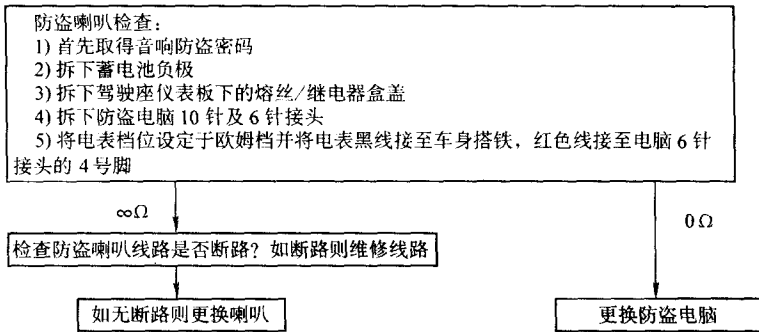

图 5-15 诊断流程
(3) 防盗被触发后, 防盗喇叭不响。首先检查防盗系统是否已经启动, 且蓄电池电压正常。诊断流程如图 5-15 所示。